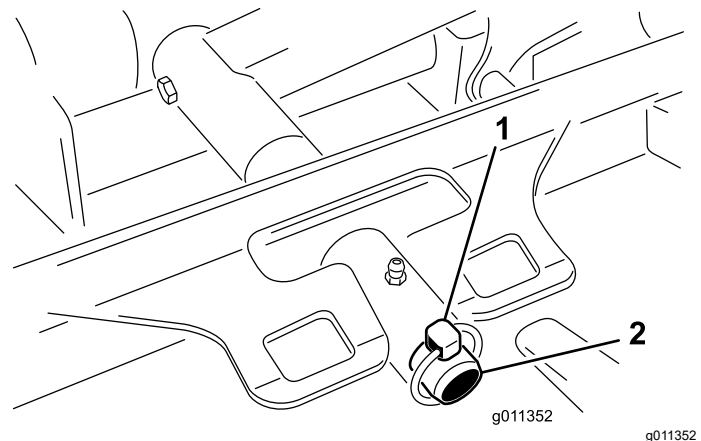

Figura 125
3. Retire el pasador de seguridad (para máquinas Groundsmaster 4500) o la tuerca de retención (para máquinas Groundsmaster 4700) que sujeta el bastidor de tiro de la unidad de corte a la barra de giro del brazo de elevación (Figura 125).
2. Deslice el bastidor de tiro de la unidad de corte sobre el pasador de giro del brazo de elevación (Figura 125). Sujete la unidad de corte al pasador con el pasador de seguridad (para máquinas Groundsmaster 4500) o la tuerca de retención (para máquinas Groundsmaster 4700).